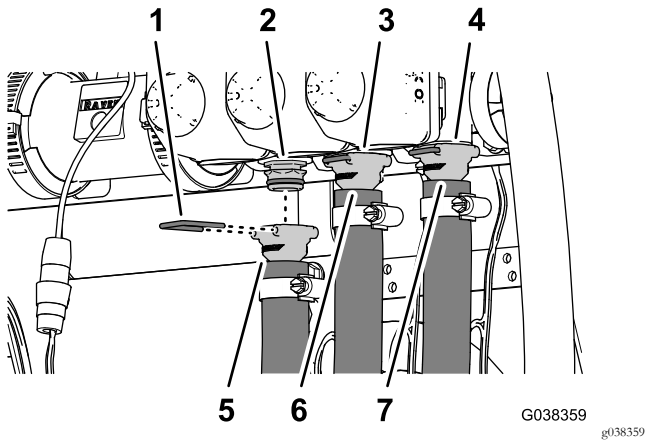

Figure 80
- Assemblez le raccord cannelé droit du flexible d'alimentation au raccord rapide de la vanne de section de rampe gauche (Figure 80).
- Fixez le raccord cannelé droit au raccord rapide à l'aide de l'étrier fourni avec le flexible (Figure 80).